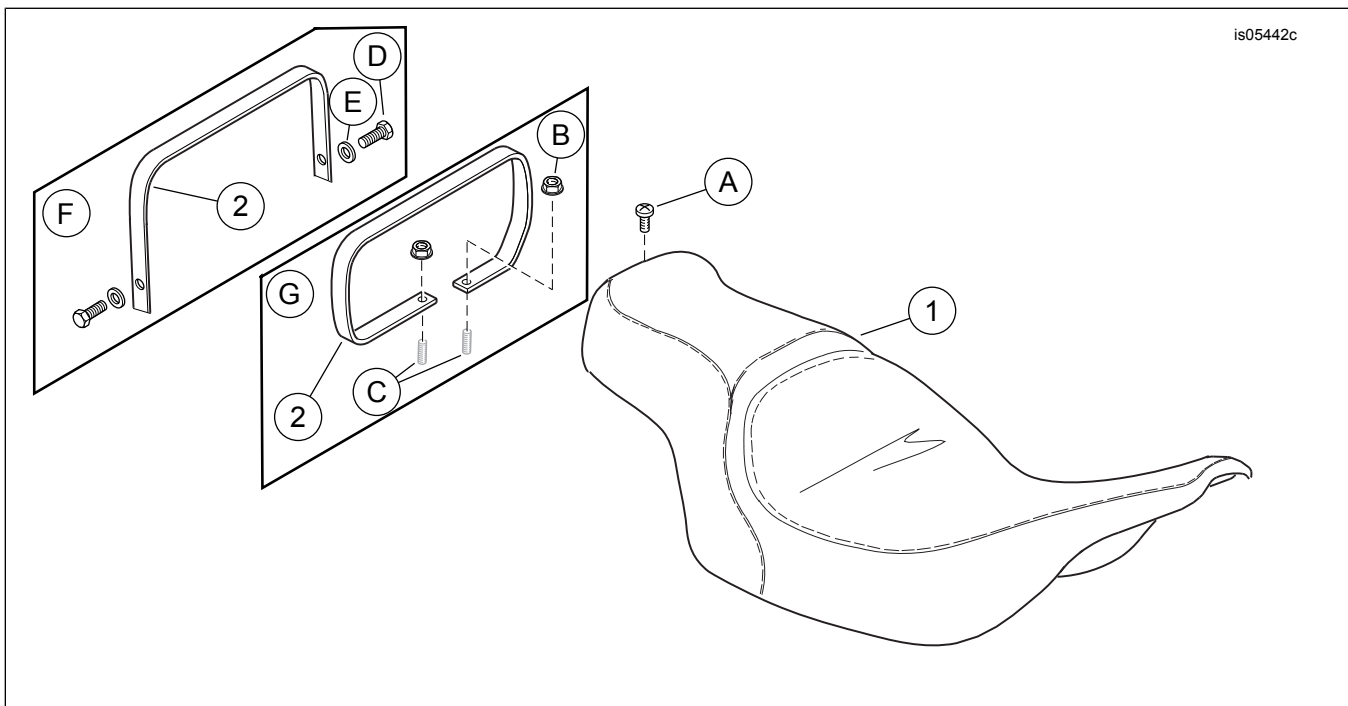

Figura 7. Componente de service: Șa încălzită
Consultați Figura 7 și Tabelul 1 pentru conținutul kitului.
1. Consultați Figura 7 . Scoateți șurubul (D), șaiba (E) și apucați capătul curelei. Păstrați elementele de montare pentru instalarea ulterioară.
2. Consultați Figura 7 . Scoateți șurubul cu cap Phillips cu șaibă de blocare (A) din partea din spate a scaunului instalat în prezent. Trageți scaunul în spate pentru a-l îndepărta. Păstrați șurubul
- b. Consultați Figura 7. Montați șurubul curelei de susținere (D) și șaiba (E). Strângeți.